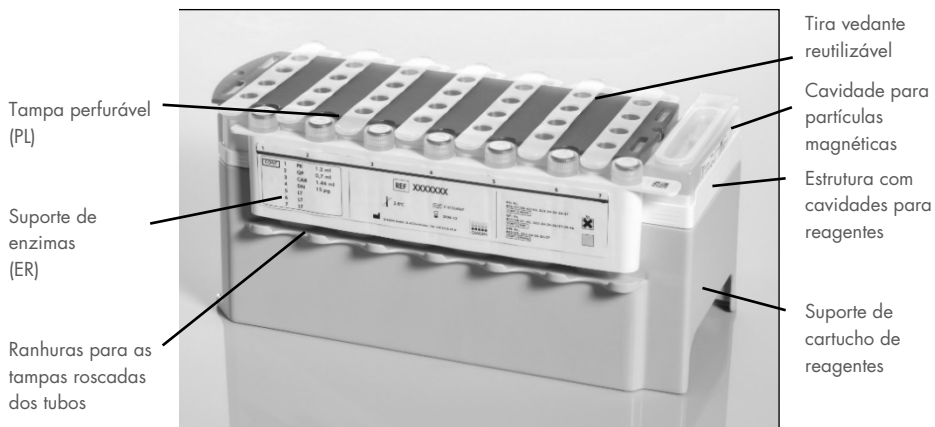

Figura 2. Cartucho de reagentes QIASymphony (RC). O cartucho de reagentes (RC) contém todos os reagentes necessários para a execução do protocolo.
Os reagentes para a purificação de ADN estão contidos num cartucho de reagentes (RC) inovador (consulte a Figura 2). Cada cavidade do cartucho de reagentes (RC) contém um reagente específico, como por exemplo partículas magnéticas, tampão de lise, tampão de lavagem ou tampão de eluição. Os cartuchos de reagentes parcialmente utilizados podem voltar a ser fechados com tiras vedantes reutilizáveis para reutilização posterior, evitando a geração de resíduos devido a sobras de reagentes no fim do procedimento de purificação.
Após remoção da cobertura da cavidade das partículas magnéticas e do suporte de enzimas, os tubos são abertos (as tampas roscadas podem ser armazenadas em ranhuras especiais para o efeito, consulte a Figura 2), o cartucho de reagentes (RC) é subsequentemente carregado na gaveta de "Reagents and Consumables" (Reagentes e consumíveis).